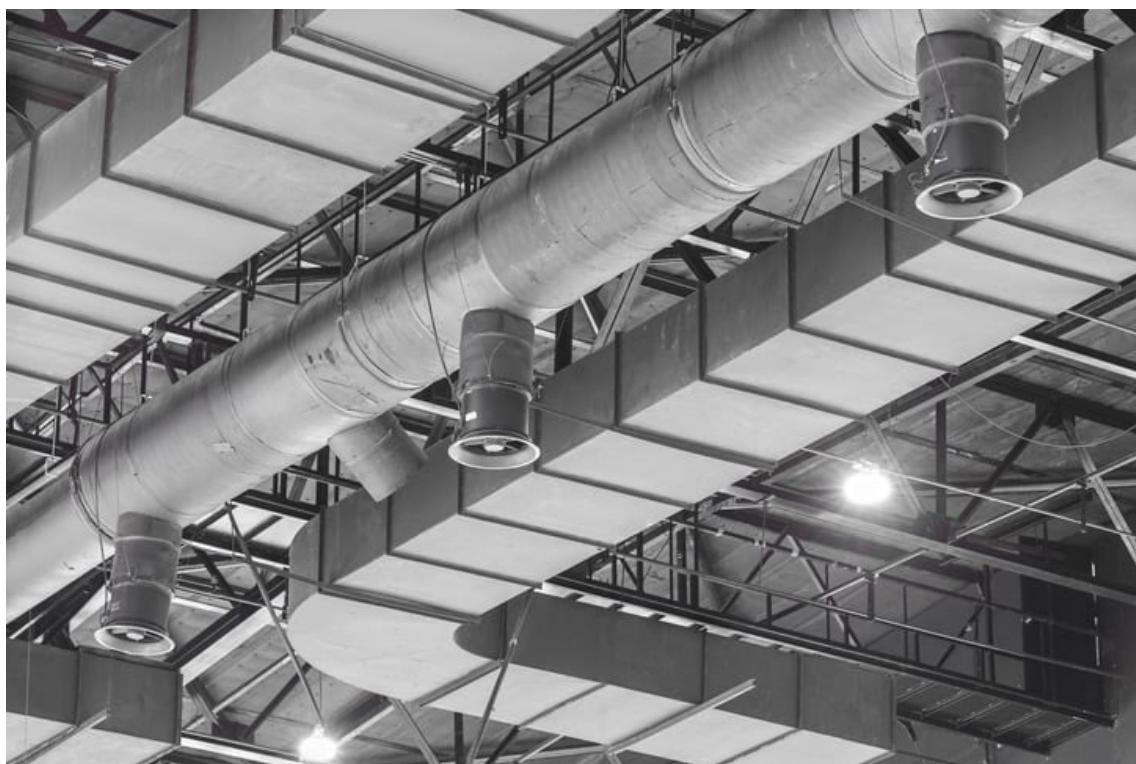

Figura 5. Red de conductos [8]
f) Los **conductos** son un componente fundamental de los sistemas de climatización, ya que se encargan de distribuir el aire acondicionado (calentado o enfriado) por todo el edificio. Como se muestra en la figura 5, los conductos forman una red que conecta el climatizador con las distintas habitaciones y espacios.